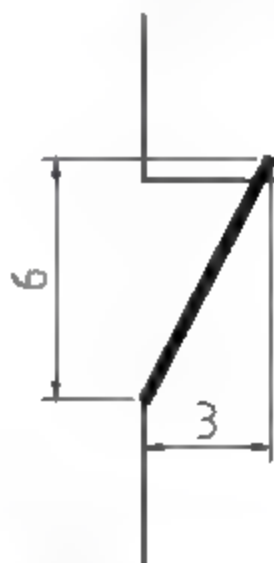

图3-74 绘制多段线
**03** 调用PL【多段线】命令，绘制【宽度】为0.2的多段线，如图3-74所示。